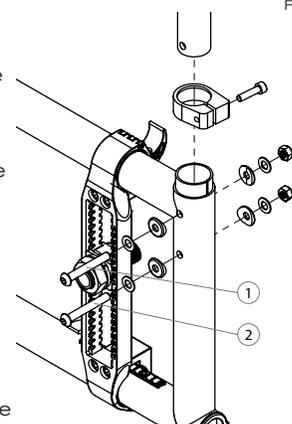

Fig. 11
- Allentate i bulloni superiori (1) (Fig. 11) e (2), che sono anche usati per supportare gli incavi dei braccioli (oscillanti e Flip Back).
- Stringete i bulloni (1) e (2) strettamente.
- Sedia a rotelle equipaggiata con braccioli Flip Back; stringete la vite (1) mentre prestate particolare attenzione alla forza necessaria per ribaltare il bracciolo all'indietro.